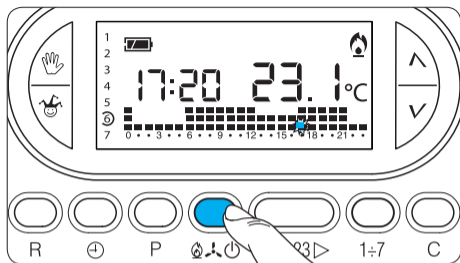
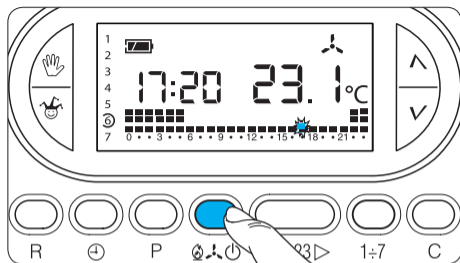

Fig. 43
Fig. 44
12.3- Premere 1 volta il pulsante  per ritornare al programma di riscaldamento (fig. 43) oppure due volte per tornare al programma di raffreddamento (fig. 44).